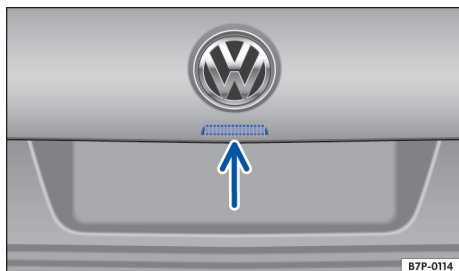

Fig. 62 Na tampa traseira: botão para abrir a tampa traseira.
- Para abrir a tampa traseira pressionar o botão → Fig. 62 e erguer a tampa traseira.